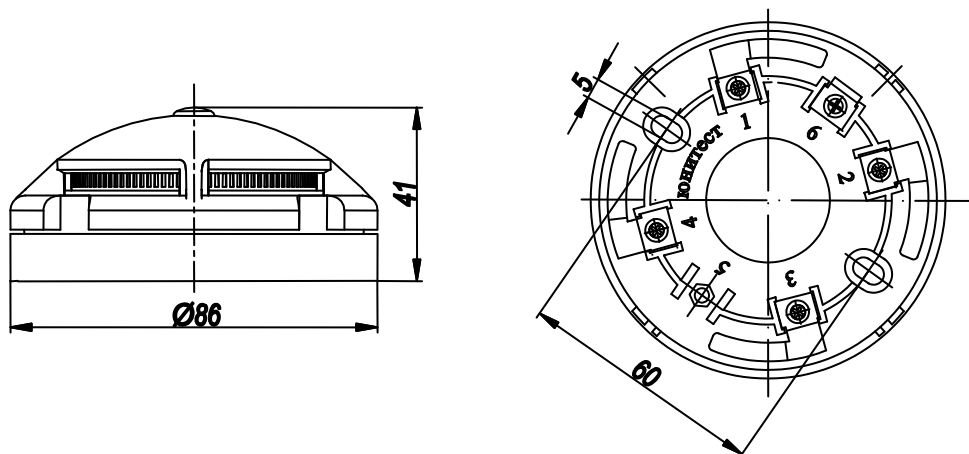

Рис.1. Габаритные и установочные размеры извещателя.
1.5. В зависимости от схемы подключения (см. рис. 1 и 2) извещатель подает извещения «ВНИМАНИЕ» или «ПОЖАР» на ПКП, что позволяет использовать его для управления пожарной автоматикой. Извещения подаются путем замыкания шлейфа сигнализации в прямой полярности с остаточным напряжением 8В.
4.2. Габаритные и установочные размеры извещателя показаны на рис.1.